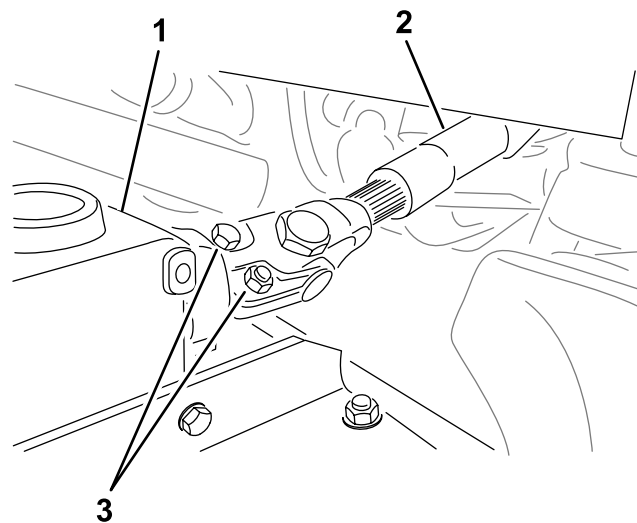

Figure 3
3. Glissez la chape de l'arbre de PDF sur l'arbre du boîtier d'engrenages et fixez les arbres ensemble avec 2 boulons et écrous insérés en sens opposé l'un à l'autre (Figure 3).
4. Serrez les boulons et écrous (Figure 3).